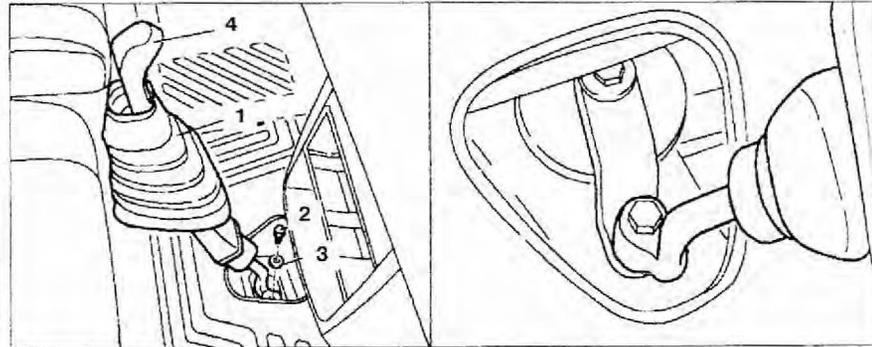

Рис. 4.54. Рычаг переключения передач.
1. Снимите резиновую гармошку 1 с рычага 4 (рис. 4.54).